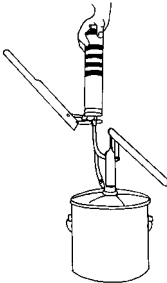

FIGURE 9
4. Introduire le raccord de chargement de la partie avant dans la valve de la pompe (voir figure 9).